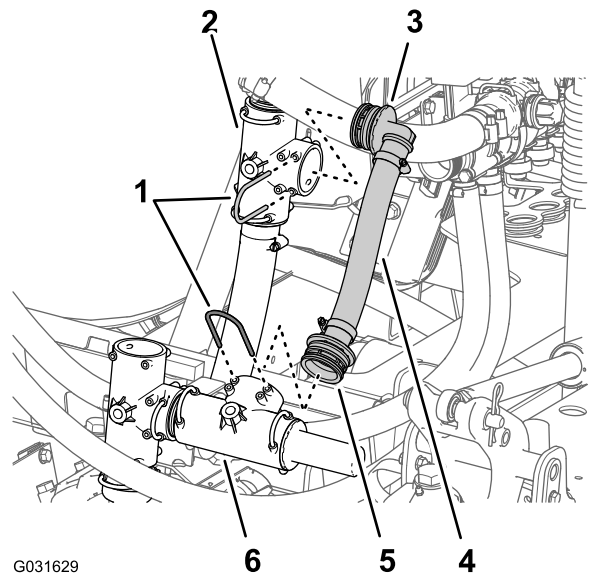

图 34
1. 卸下将压力释放软管直通宝塔接头固定至打药系统泄压阀上的卡环图 34。
2. 卸下将压力释放软管的 90 度宝塔接头固定至打药泵供水回路 T 形接头的卡环图 34。
3. 从机器中卸下压力释放软管和接头图 34。